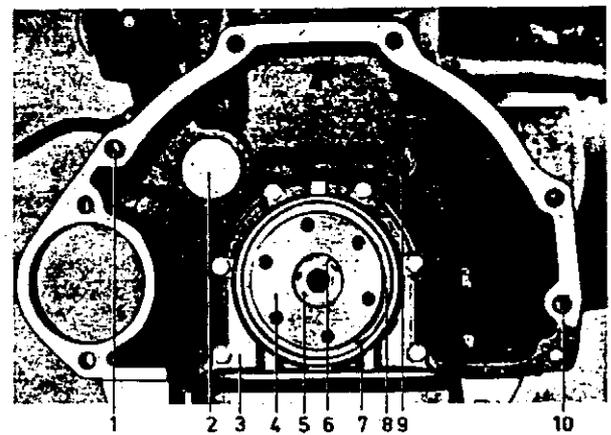

Abb. 25 Rückseite des Motors
Das Stützlager (5, Abb. 25) soll vor dem Einbau mit wärmebeständigem Wälzlagerfett geschmiert werden. Lager und Schutzscheibe werden von einem Sicherungsring (6) gehalten.